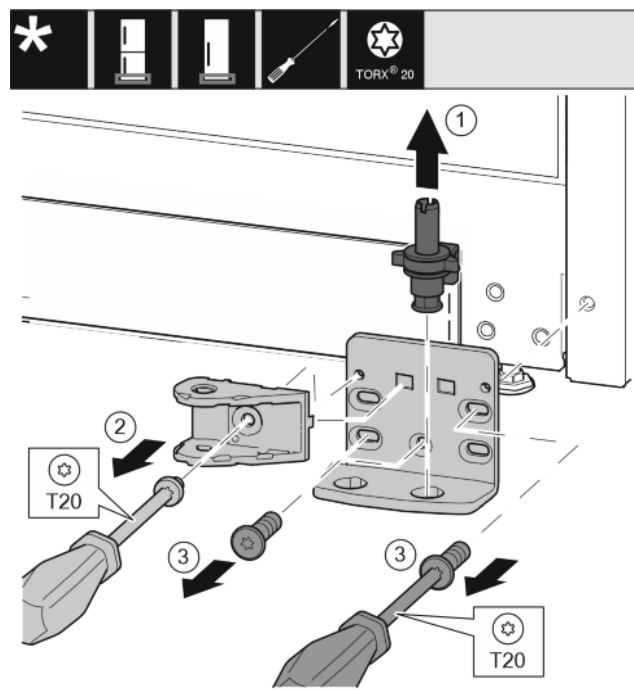

Fig. 27
- ▶ Húzza ki teljesen a csapszeget felfelé. Fig. 27 (1)
- ▶ Csavarja ki a csavart a T20 csavarhúzóval, és vegye le a záráscsillapítót. Fig. 27 (2)
- ▶ Csavarja ki a csavarokat a T20 csavarhúzóval, és vegye le a csapágybakot. Fig. 27 (3)